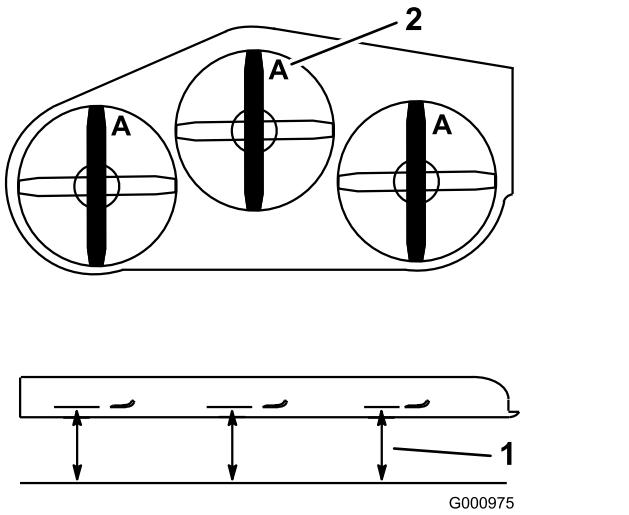

Figure 80
2. Mesurez la distance entre la surface plane et le tranchant (position A) des lames (Figure 80).